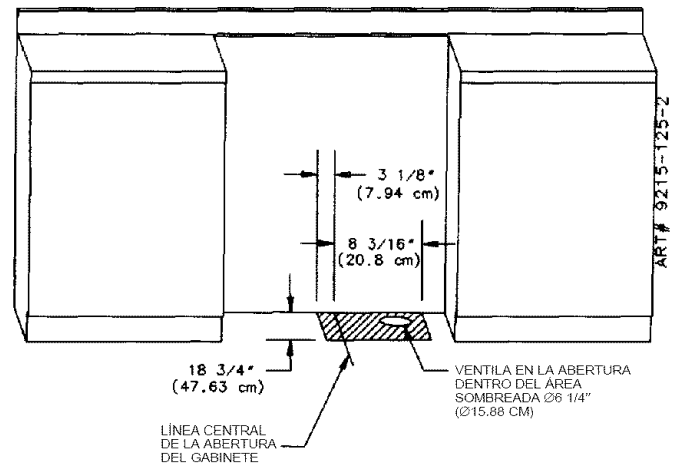
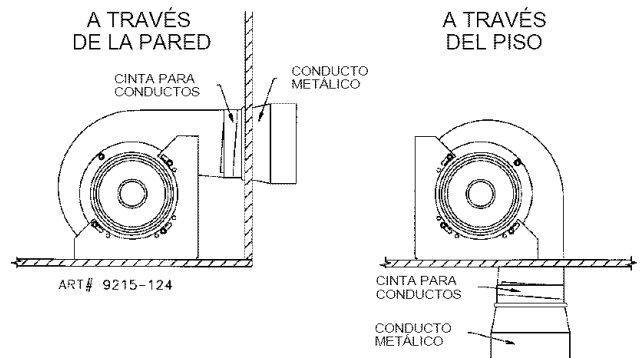

Figura 11
Figura 12
Corte un orificio de 6 1/4" (15.87 cm) en la marca de la línea central asegurándose de no tocar ningún perno de la pared. Instale el ventilador como se muestra en la figura 12.
- b. **A través del piso.** (Vea la figura 11) Asegurándose de no tocar ninguna viga del piso, haga un orificio de 6 1/4" (15.87 cm) de diámetro en el área sombreada según se muestra en la figura 11. Instale el ventilador según se muestra en la figura 12.
- Coloque cinta para conductos a la unión del conducto de la salida del ventilador. (Vea la figura 12.)